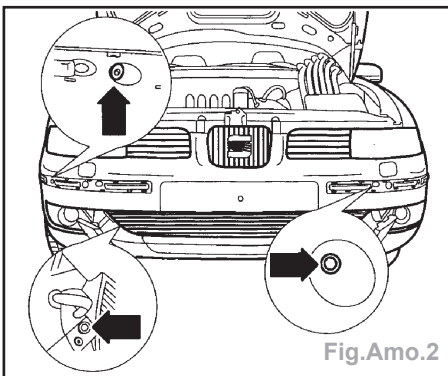

Fig.Amo.2
- Dévisser les quatre vis qui servent à fixer le revêtement du pare-chocs à la façade avant (Fig.Amo.2).